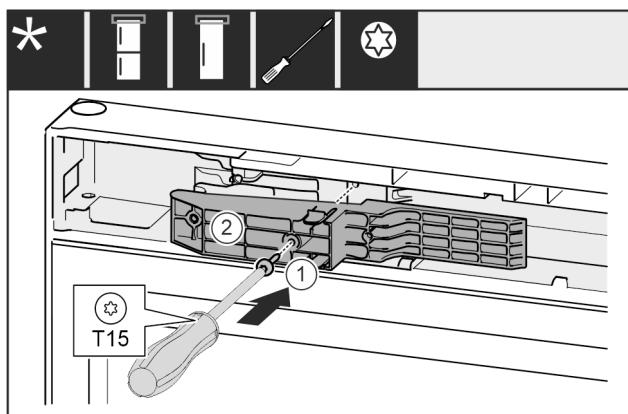

Fig. 54 \*
- Adapterstück Fig. 54 (1) auf der Griffseite in die Aussparung einsetzen.\*
- Schraube Fig. 54 (2) mit Schraubendreher festschrauben.\*